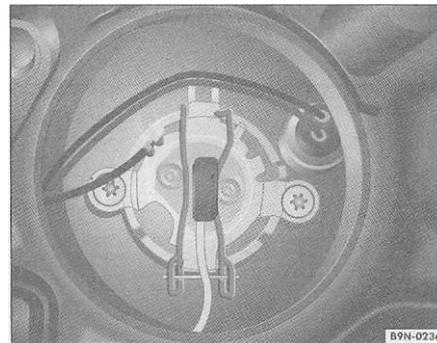

Fig. 125 Acesso à lâmpada do farol alto
- Pressione a mola de arame => fig. 125 para a frente e desloque-a para o lado, para destravá-la => L.